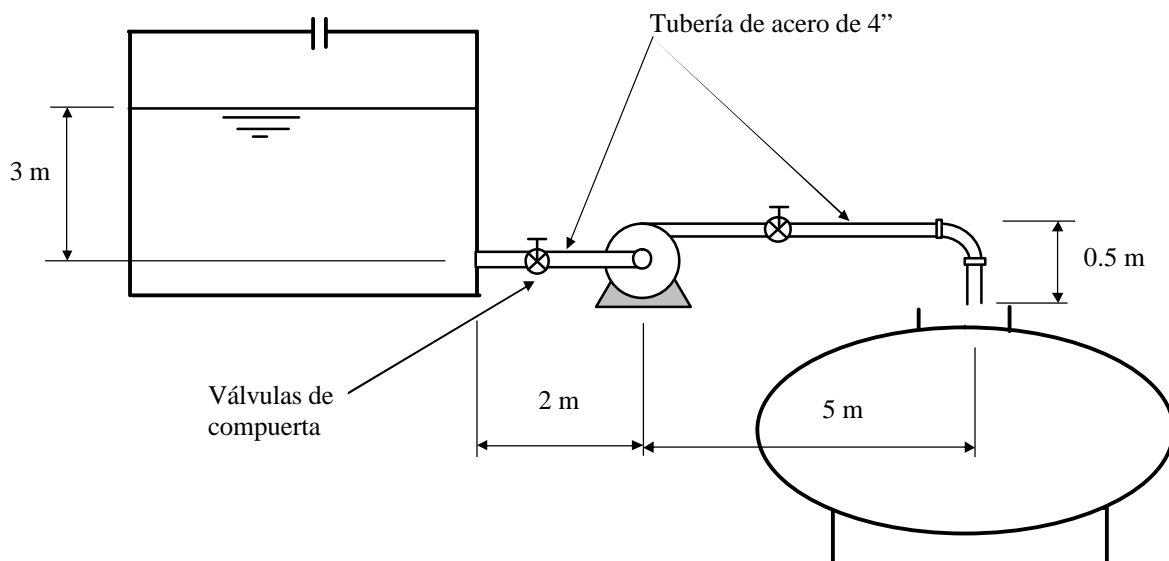

Figura 6
6. Determine el tiempo necesario para vaciar 15000 litros de agua en el tanque esquematizado en la figura 6. La bomba responde a una curva carga-caudal que puede aproximarse por la ecuación: